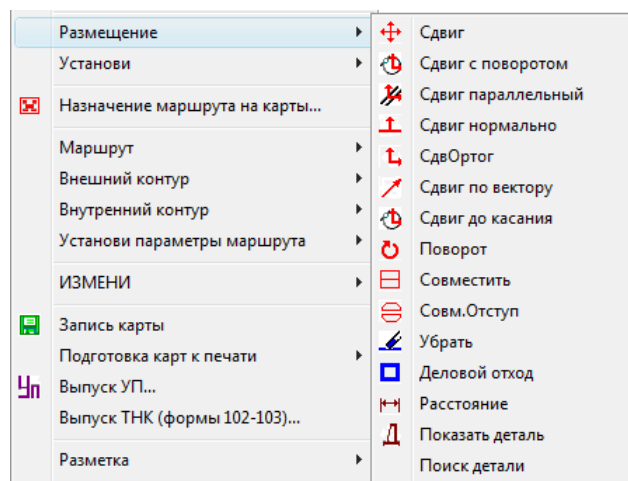
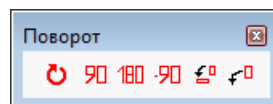

Рисунок 45. Подменю **Размещение**
Рисунок 46. Панель **Поворот**
11.3.1. Команды сдвига собраны в подменю **NESTING > Размещение** (рисунок 45) и в панели инструментов **Сдвиг** (см. рис. 5).
11.3.2. Команда сдвига выполняет перемещение деталей по полке, карте или с полки в карту. Реализуется пунктом меню **Сдвиг** (см. рис. 45) или нажатием кнопки . Следует запрос:
11.3.3. Команда сдвига с поворотом реализует перемещение деталей по полке, карте или с полки в карту, чередуя перемещение с поворотом выбранных деталей. Осуществляется выбором пункта **Сдвиг с поворотом** в подменю **Размещение** (см. рис. 45) или нажатием кнопки . Следует запрос:
Необходимо выбрать требуемые детали любым доступным в графическом редакторе способом. После первого перемещения деталей следует приглашение к повороту, который можно указать числом или кнопкой панели инструментов **Поворот** (рисунок 46).
11.3.7. Команда сдвига перпендикулярно кромке реализует перемещение группы выбранных деталей перпендикулярно указанной кромке. Осуществляется пунктом **Сдвиг нормально** в подменю **Размещение** (см. рис. 45) или нажатием кнопки . После выбора деталей следует запрос:
Реализует совмещение детали с указанной кромкой другой детали. Осуществляется выбором команды **Совместить** подменю **Размещение** (см. рис. 45) или нажатием кнопки  панели инструментов **Размещение**. Следует запрос:
Реализует поворот группы выбранных деталей. Осуществляется выбором команды **Поворот** подменю **Размещение** (см. рис. 45) или нажатием кнопки  панели инструментов **Поворот** (см. рис. 46). Выводится запрос:
Для измерения расстояния между деталями или между деталью и кромкой листа необходимо выбрать команду **Расстояние** из подменю **Размещение** (см. рис. 45) или нажать кнопку  панели инструментов **Размещение** (см. рис. 5). После запуска команды необходимо указать точку на прямолинейной кромке детали, при этом реализуется привязка за "ближайшую" точку, Если будет указана точка на дуге, то запрос на указание первой точки будет повторен, но без привязки к ближайшей точке. После указания второй точки происходит ее коррекция таким образом, чтобы из первой точки к кромке первой детали можно было провести нормаль. Расстояние вычисляется между "привязанными" точками. В результирующую строку выводятся также приращения по осям и угол наклона относительно оси X.
Если деталь маленькая и изображение марки детали тоже маленькое, то для идентификации детали можно воспользоваться командой **Показать деталь** из подменю **Размещение** (см. рис. 45). После запуска команды следует запрос:
Для создания делового отхода используется команда **Деловой отход** подменю **Размещение** (см. рис. 45). После выбора команды следуют запросы на указание двух диагональных точек, определяющих прямоугольник, который станет деловым отходом: